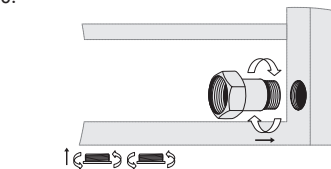
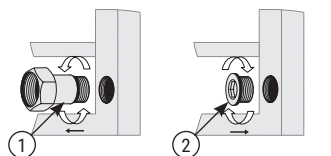

Рис. 2
Рис. 3
- 4.1. Стандартная комплектация изделий предусматривает нижнее подключение «в стену» и нижнее подключение EU50 (рис. 2).
5.3. Установить на коллектора заглушки (рис. 3 «1») и носики с накидными гайками (рис. 3 «2») в требуемом месте в зависимости от вида подключения (рис. 2, 3).